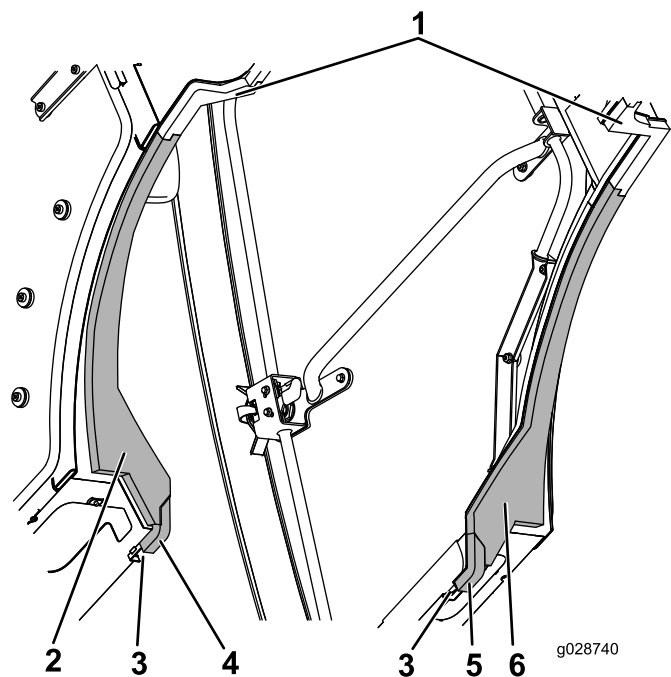

図 62
4. 左タンク用と右タンク用のウレタンシールの一番内側のエッジを、左中と右中のウレタンシールに合わせてタブをインタロックする 図 62。
5. 左横用と右横用のウレタンシールの前側のエッジを、チャンネルに押し付け、これらのウレタンシールの角張っている後エッジをタンク用ウレタンシールに接続する 図 62。